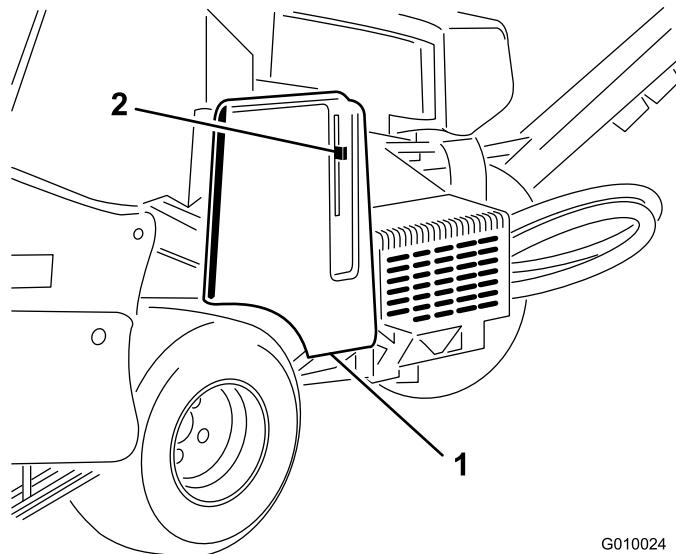
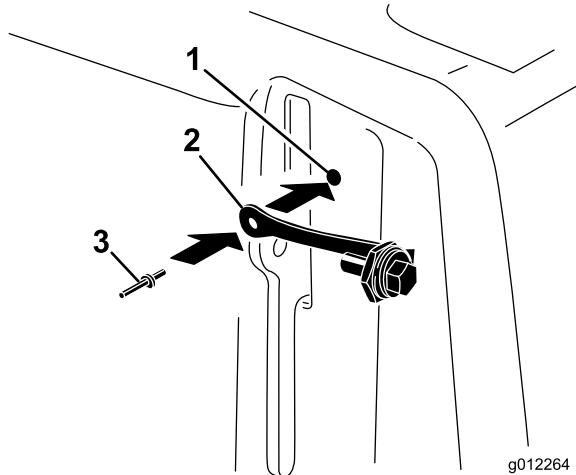

図 16
図 17
1. ラッチレバー用のスロットの隣にあるベルトカバーの穴を探す図 16と図 17。
2. ポップリベットを使用してベルトカバーの穴にランヤードアセンブリを取り付ける図 17